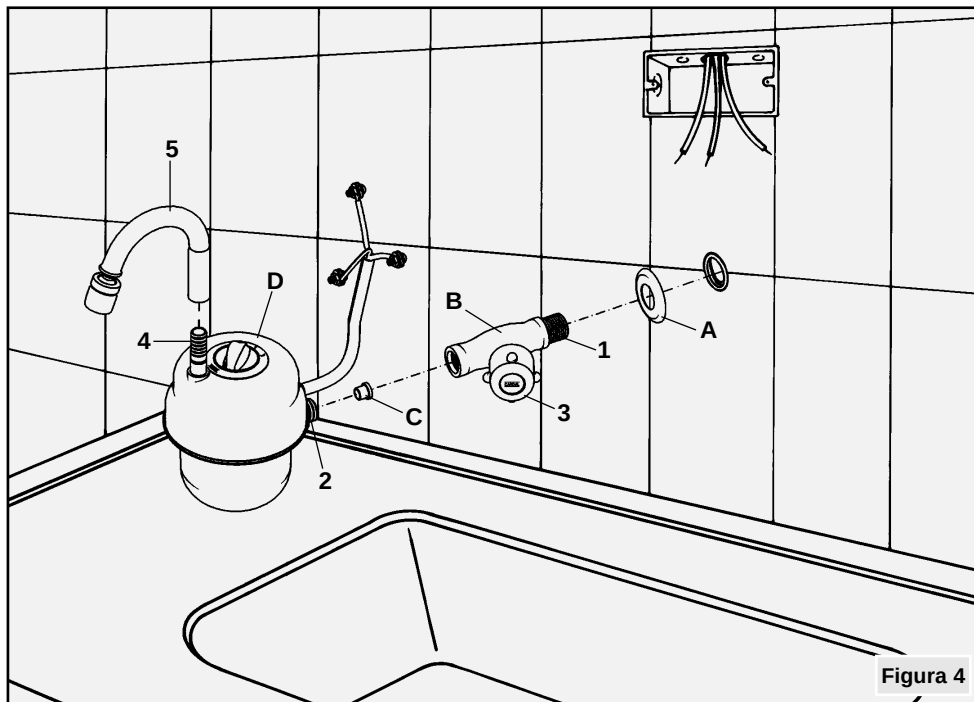

Figura 4
Acompanhe pela figura 4 a sequência de montagem para a correta instalação hidráulica.
- Em instalações hidráulicas de Alta Pressão, acima de 80 kPa (8 metros de coluna de água) ou diretamente da rua, utilize o dispositivo redutor (C) que acompanha o produto. Ele deve ser colocado no furo do niple de entrada de água (2) da Torneira (D).
- Caso a rosca da saída de água na parede não seja compatível com a rosca macho ½" BSP (Gás) (1) do registro (B), use um adaptador. Este adaptador não acompanha o produto.
- A Torneira (D) deverá sempre ser instalada, de forma que o niple de entrada de água (2) e o tubo (4) fiquem posicionados conforme mostra a Figura 4.